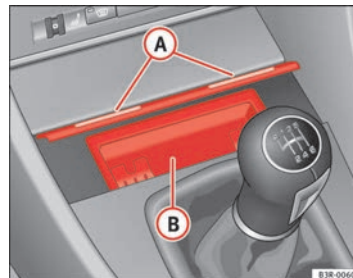

Abb. 124 Mittelkonsole: Geöffneter Aschenbecher ▶
- Tippen Sie den Aschenbecher an der Frontleiste **(A)** ⇒ Seite 155, Abb. 124 an.
- Fassen Sie den Aschereinsatz **(B)** ⇒ Seite 155, Abb. 124 an den seitlichen Griffmulden an und ziehen Sie ihn nach oben heraus.